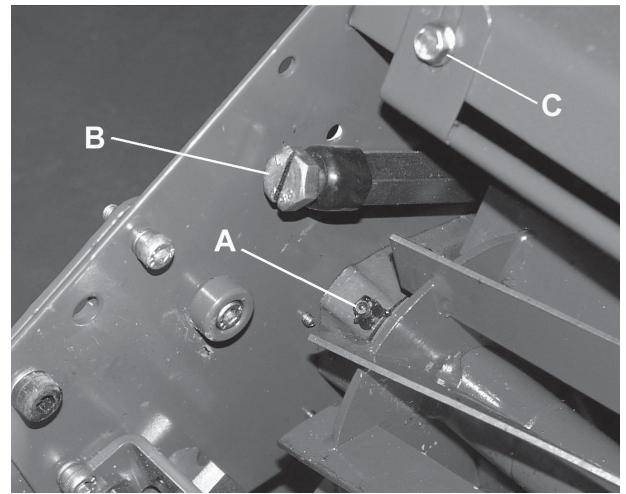

Fig. 8.5
8.5 MARQUIS: CYLINDER TO BOTTOM BLADE ADJUSTMENT (A Fig. 8.5)